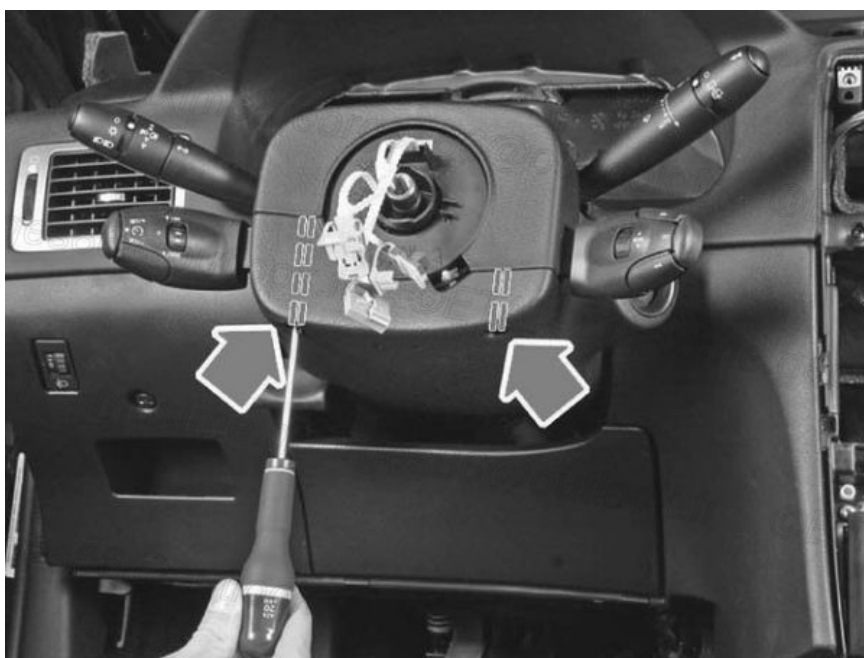

Fig. 29
- Déposer les demi-coquilles de colonne de direction assemblées par 2 vis (**Fig.29**) (/media/LEA/CAR_LEA_463/CAR_LEA_463_035X.jpg).